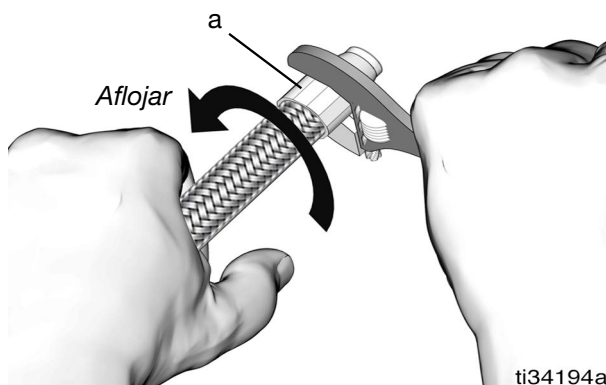

FIG. 63
5. Use una llave para terminar de apretar el casquillo (a), hasta que toque fondo. Afloje después entre 1/4 y 1/2 vuelta (FIG. 63).